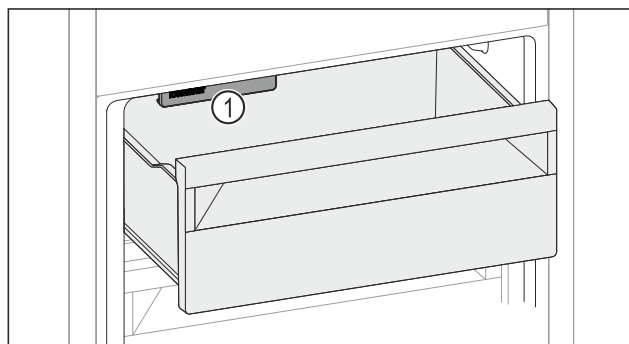

Fig. 168
- ▶ Upoštevajte IceMaker Fig. 168 (1).